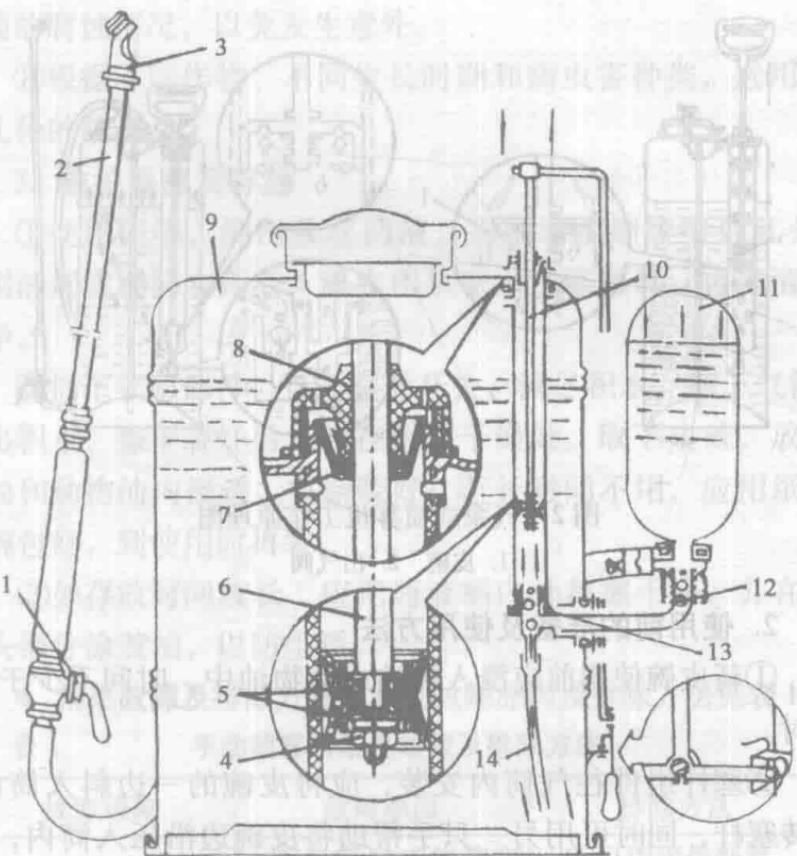

图1 工农-16型喷雾机工作原理示意图
(1) 液泵式喷雾机。工农-16型喷雾机为手动液泵式植保机具，是目前我国生产量最大，使用最广的一种机型，它主要由药液箱、活塞泵、空气室、胶管、喷杆、开关及喷头等组成（图1）。工作时，操作人员上下掀动摇杆，通过连杆机构的作用，使塞杆在泵筒内做往复运动，皮碗下面，由于皮碗和泵筒所组成的腔体容积不断增大，因而形成局部真空。这时，药液箱内的药液在液面和腔体内的压力差作用下，冲开进水球阀，沿着进水管路进入泵筒，完成吸水过程。当皮碗从上端下行时，泵筒内的药液开始被挤压，致使药液压强骤然增高，进水阀关闭，出水阀被挤压开，药液即通过出水阀进入空气室。空气室里的空气被压缩，对药液产生压力（可达800千帕），空气室具有稳定压力的作用。打开开关后，液体即经过喷头喷洒出去。